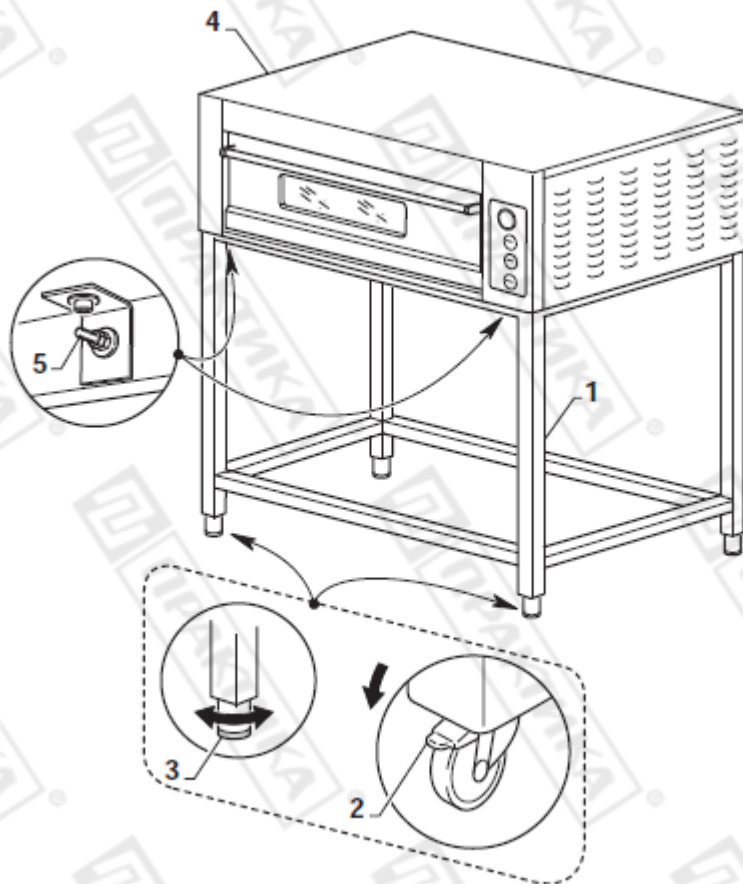

Рисунок 6.
**СБОРКА КОМПОНЕНТОВ (Рис. 6).**